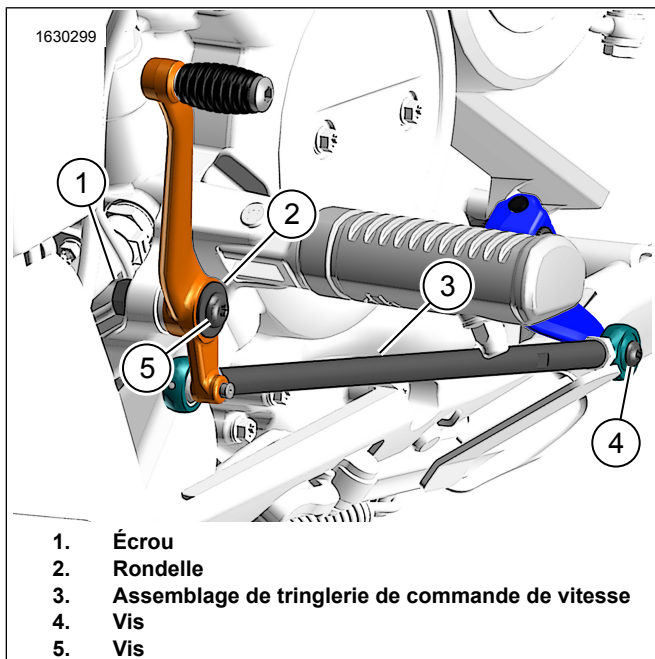
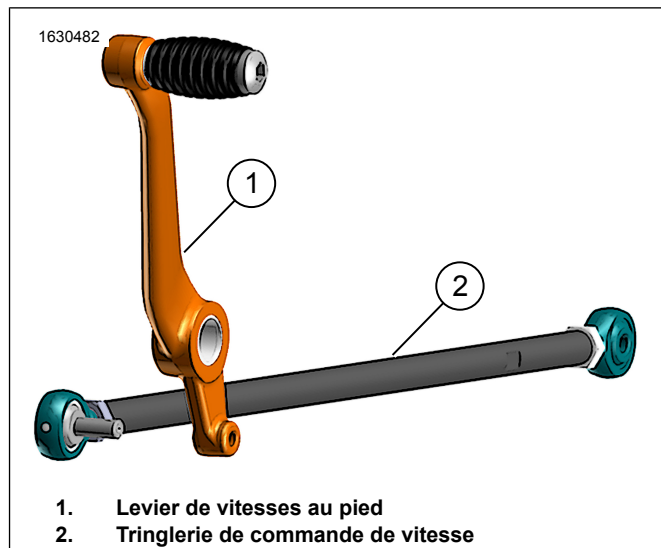

Figure 2. Assemblage de tringlerie de commande de vitesse
Figure 3. Levier de vitesses au pied
1. Voir la Figure 2. Retirez la tringlerie de changement de vitesse.
- a. Enlever la vis (4).
- b. Retirez la vis (5), la rondelle (2) et l'écrou (1).
- c. Retirez l'assemblage de tringlerie de changement de vitesse (3).
2. Voir la Figure 3. Retirez la tringlerie de changement de vitesse d'origine (2) du levier de vitesses au pied (1).
1. Voir la Figure 3. Installez la tringlerie de changement de vitesse (2) sur le levier de vitesses au pied (1). Serrer.
2. Voir la Figure 2. Installez la tringlerie de changement de vitesse.
- a. Installez la **nouvelle** tringlerie de changement de vitesse (3).
- b. Insérer la vis (4). Serrer.